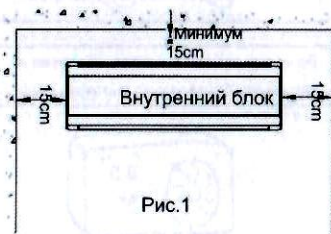

Рис.1
- Обеспечьте расстояние, как указано на рис.1.
- Задняя часть внутреннего блока должна быть расположена близко к стене (рис.1)